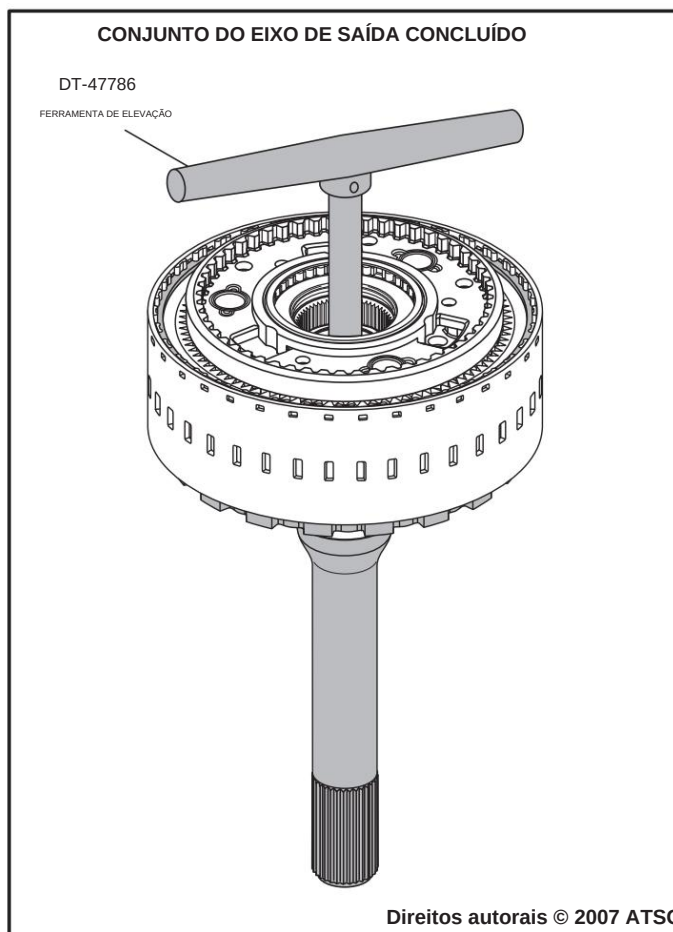

Figura 133
23. Instale a ferramenta de elevação DT-47786 no conjunto completo do eixo de saída, conforme mostrado na Figura 133, e reservado para montagem final.